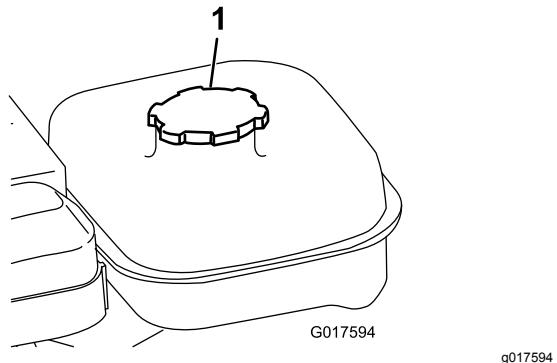

図 21
1. 燃料キャップ 図 21 の周囲をきれいに拭いてからキャップを外す。フィルタスクリーンの下まで給油する。